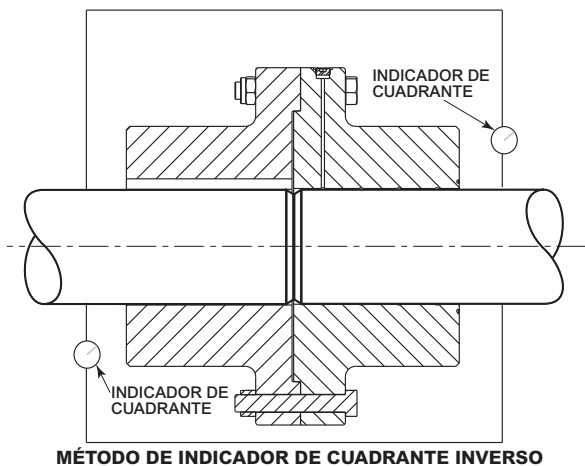

Figura 5
- 10. Use los indicadores de cuadrante según la Figura 5 para medir la desviación del ensamble en el eje impulsor y el eje impulsado. Los valores de desviación deben estar dentro de 0.005" (0.127 mm) de TIR (lectura total del indicador) para minimizar el movimiento de accionamiento. Vea la Tabla 1.